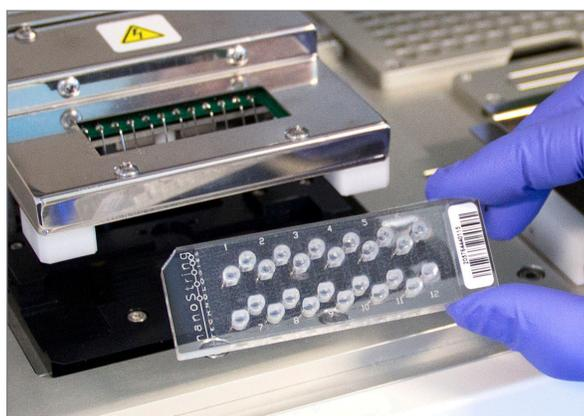

FIGURA 5.18: introduzca un cartucho sin utilizar en la estación de preparación en la dirección indicada
- b. Introduzca un cartucho de muestras debajo de la unidad de electrodos en la dirección indicada en la **FIGURA 5.18**. Coloque el cartucho sobre la cubierta y deslícelo hasta que quede encajado, evitando que entre en contacto con los electrodos. Asegúrese de que esté correctamente colocado en la ranura mecanizada. Si se coloca correctamente, se activará un cierre y la unidad se fijará en su lugar. Si no se coloca correctamente, los electrodos pueden doblarse al cerrar la unidad de electrodos.